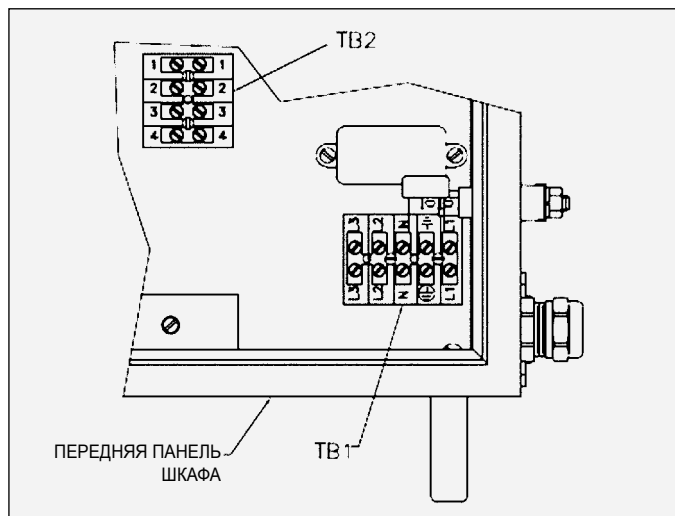
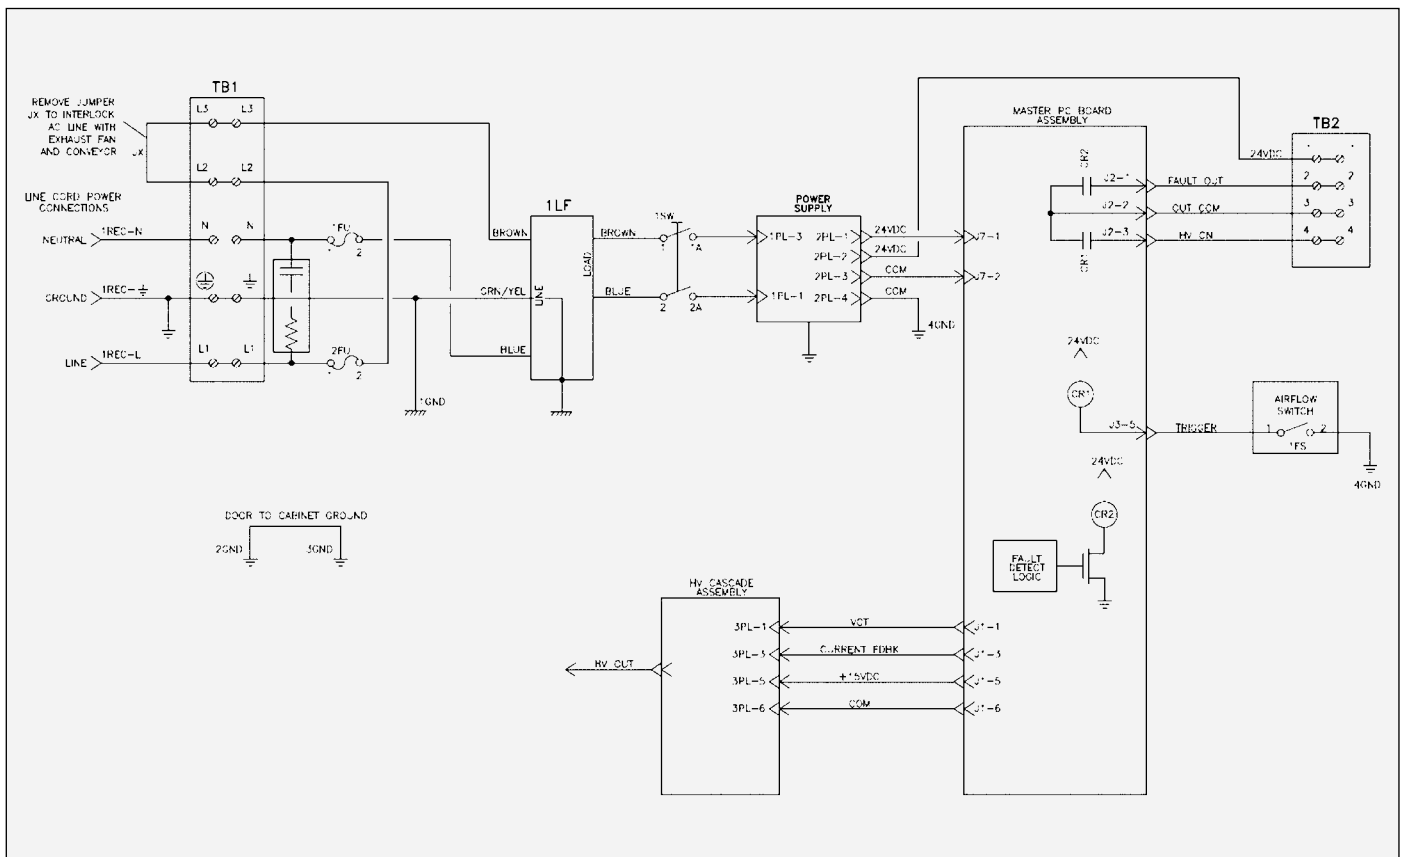

Рис. 9: Расположение контактов ТВ1 и ТВ2 в контроллере
Рис. 12: Принципиальная электрическая схема контроллера
4. Проложите экранированный кабель блокировки (поставляется пользователем) через соединитель блокировки, расположенный сбоку контроллера 9060, и замкните контакты TB1-L2 и TB1-L3, как показано на рис. 12. Экранированный кабель должен быть рассчитан на минимальное напряжение 300 В при температуре 105°C, а его жилы должны иметь сечение не менее 0,8 мм² (18AWG). Закрепите кабель в соединителе блокировки, как описано в пункте «Разъемы ввода-вывода» в разделе «Установка» настоящего Руководства, так, чтобы экран кабеля был подсоединен к «массе» корпуса.
Для событий подачи высокого напряжения (CR1) и возникновения неисправностей (CR2) на ТВ2-4 и ТВ2-2 предусмотрена группа контактов реле (см. рис. 9). С одного конца эти релейные контакты соединены вместе и подключены к входной клемме питания ТВ2-3 (см. рис. 12). Когда на ТВ2-3 присутствует напряжение питания (включено высокое напряжение или возникла неисправность), то это напряжение питания подается на выход соответствующего